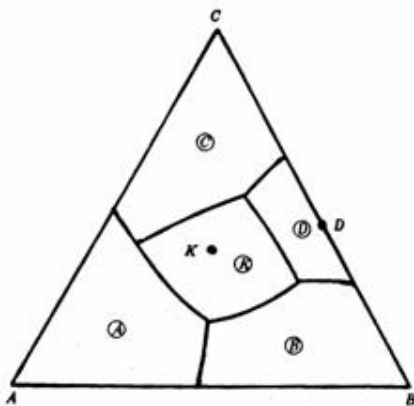

图6-10
6-22 图6-10为 $ABC$ 三元系统相图, 根据此相图: (1) 判断化合物 $K$ 和 $D$ 的性质; (2) 标出各条界线上的温度下降方向; (3) 划分副三角形; (4) 判断各无变量点的性质, 并写出相平衡关系式。